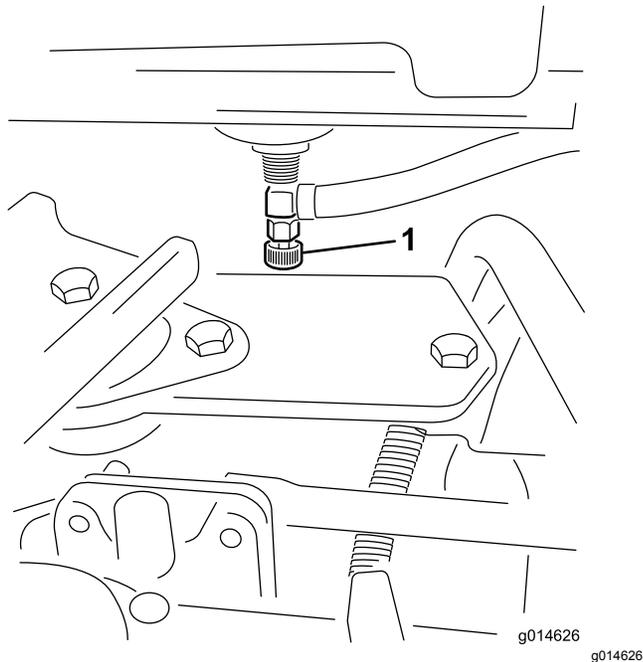

Bild 33
1. Schließen Sie den Kraftstoffhahn (Bild 33) unter dem Kraftstofftank.